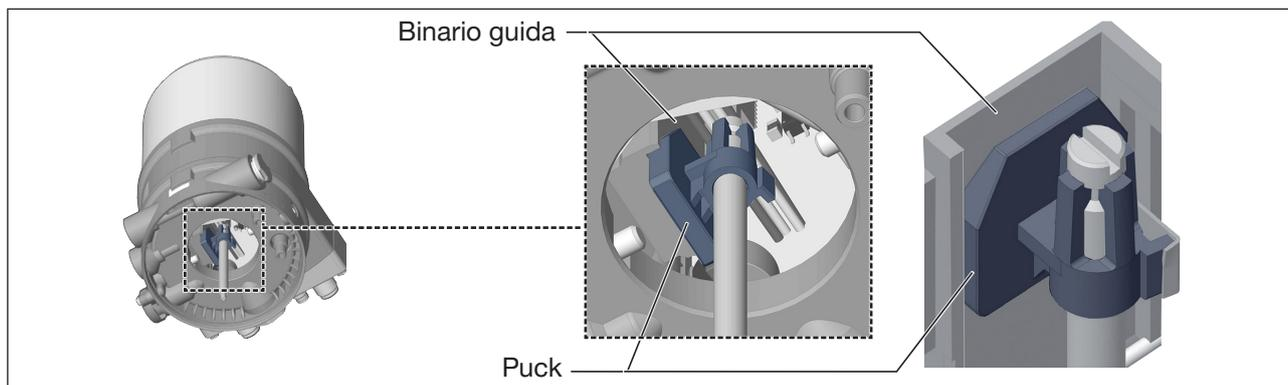

Figura 19: Allineamento del puck
- Posizionare il tipo 8692, 8693 sull'attuatore. Allineare il puck dell'attuatore al binario guida del tipo 8692, 8693 (vedere "Figura 19").